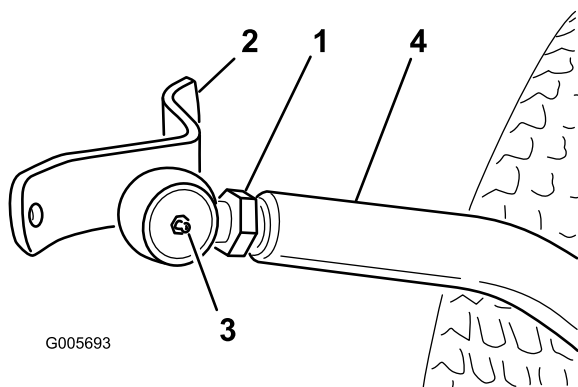

Figura 19
2. Aparafuse a rótula esférica no braço direito até o centro da rótula esférica ficar 60 mm afastado da parte da frente do braço (Figura 19). Não aperte a porca de segurança.